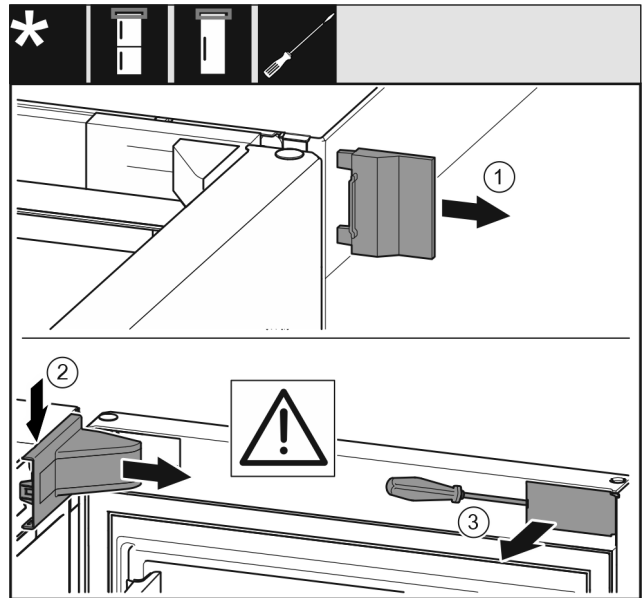

Fig. 6
- ▶ Hiqni kapakun mbulues të jashtëm. Fig. 6 (1)
- ▶ Nxirrni nga foleja kapakun mbulues të bazamentit mbështetës dhe lirojini. Hiqni kapakun mbulues të bazamentit mbështetës. Fig. 6 (2)
- ▶ Nxirrni nga foleja shiritin mbulues me një kaçavidë dhe shtyjeni anash. Fig. 6 (3)